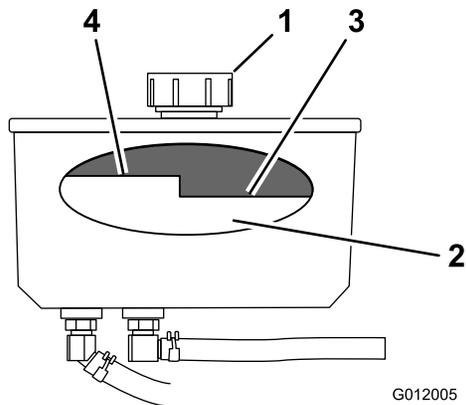

Bild 68
- Reinigen Sie den Bereich um den Deckel und den Einfüllstutzen des Hydraulikölbehälters (Bild 68).
- Drehen Sie den Deckel vom Einfüllstutzen ab (Bild 68).
Hinweis: Der Füllstand sollte bei heißem Öl unterhalb der Oberkante der heißen Einfüllmarkierung der Zwischenplatte sein (Bild 68).